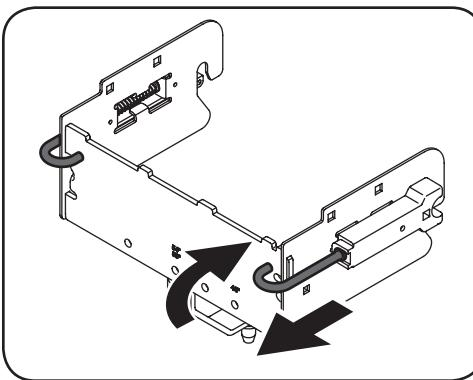

Figura 2-4
2. Abra las chavetas en J y bloquéelas en posición abierta girándolas levemente hacia adentro y apoyándolas en la parte trasera de la ménsula de soporte trasera. Consulte la Figura 2-4.